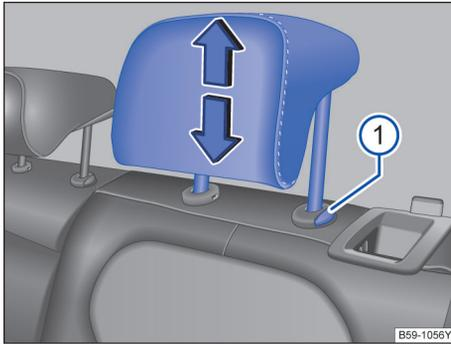

图 77 调节后排座椅头枕
- 按住按钮→图 77①，同时沿箭头方向上推或下压头枕即可将头枕调整至合适高度→▲。